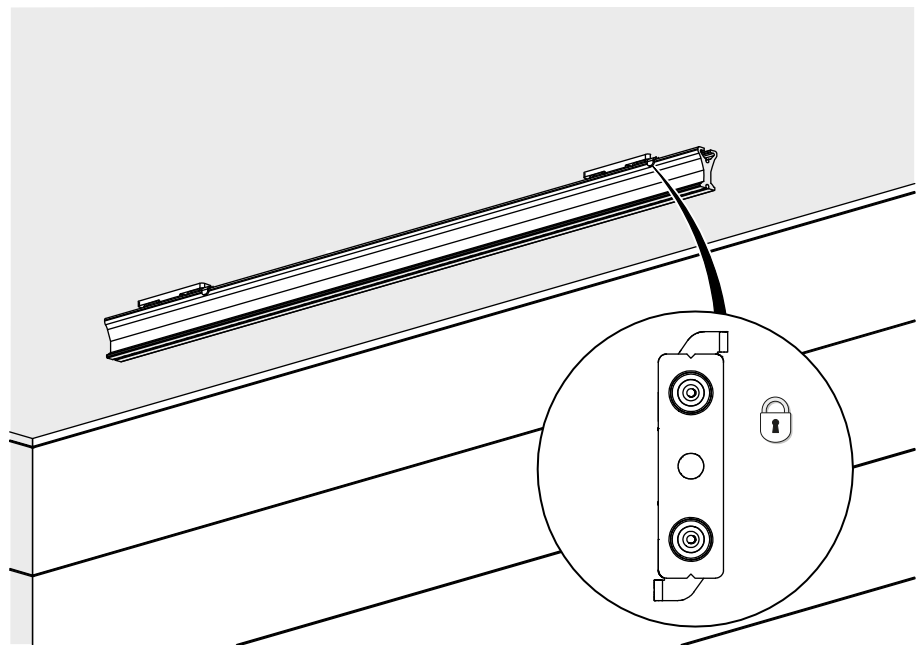

Abb. 33: Deckenmontage – Montageplatte verriegelt
- ✓ Die Schiene ist jetzt an der Decke verriegelt (siehe Abb. 33).